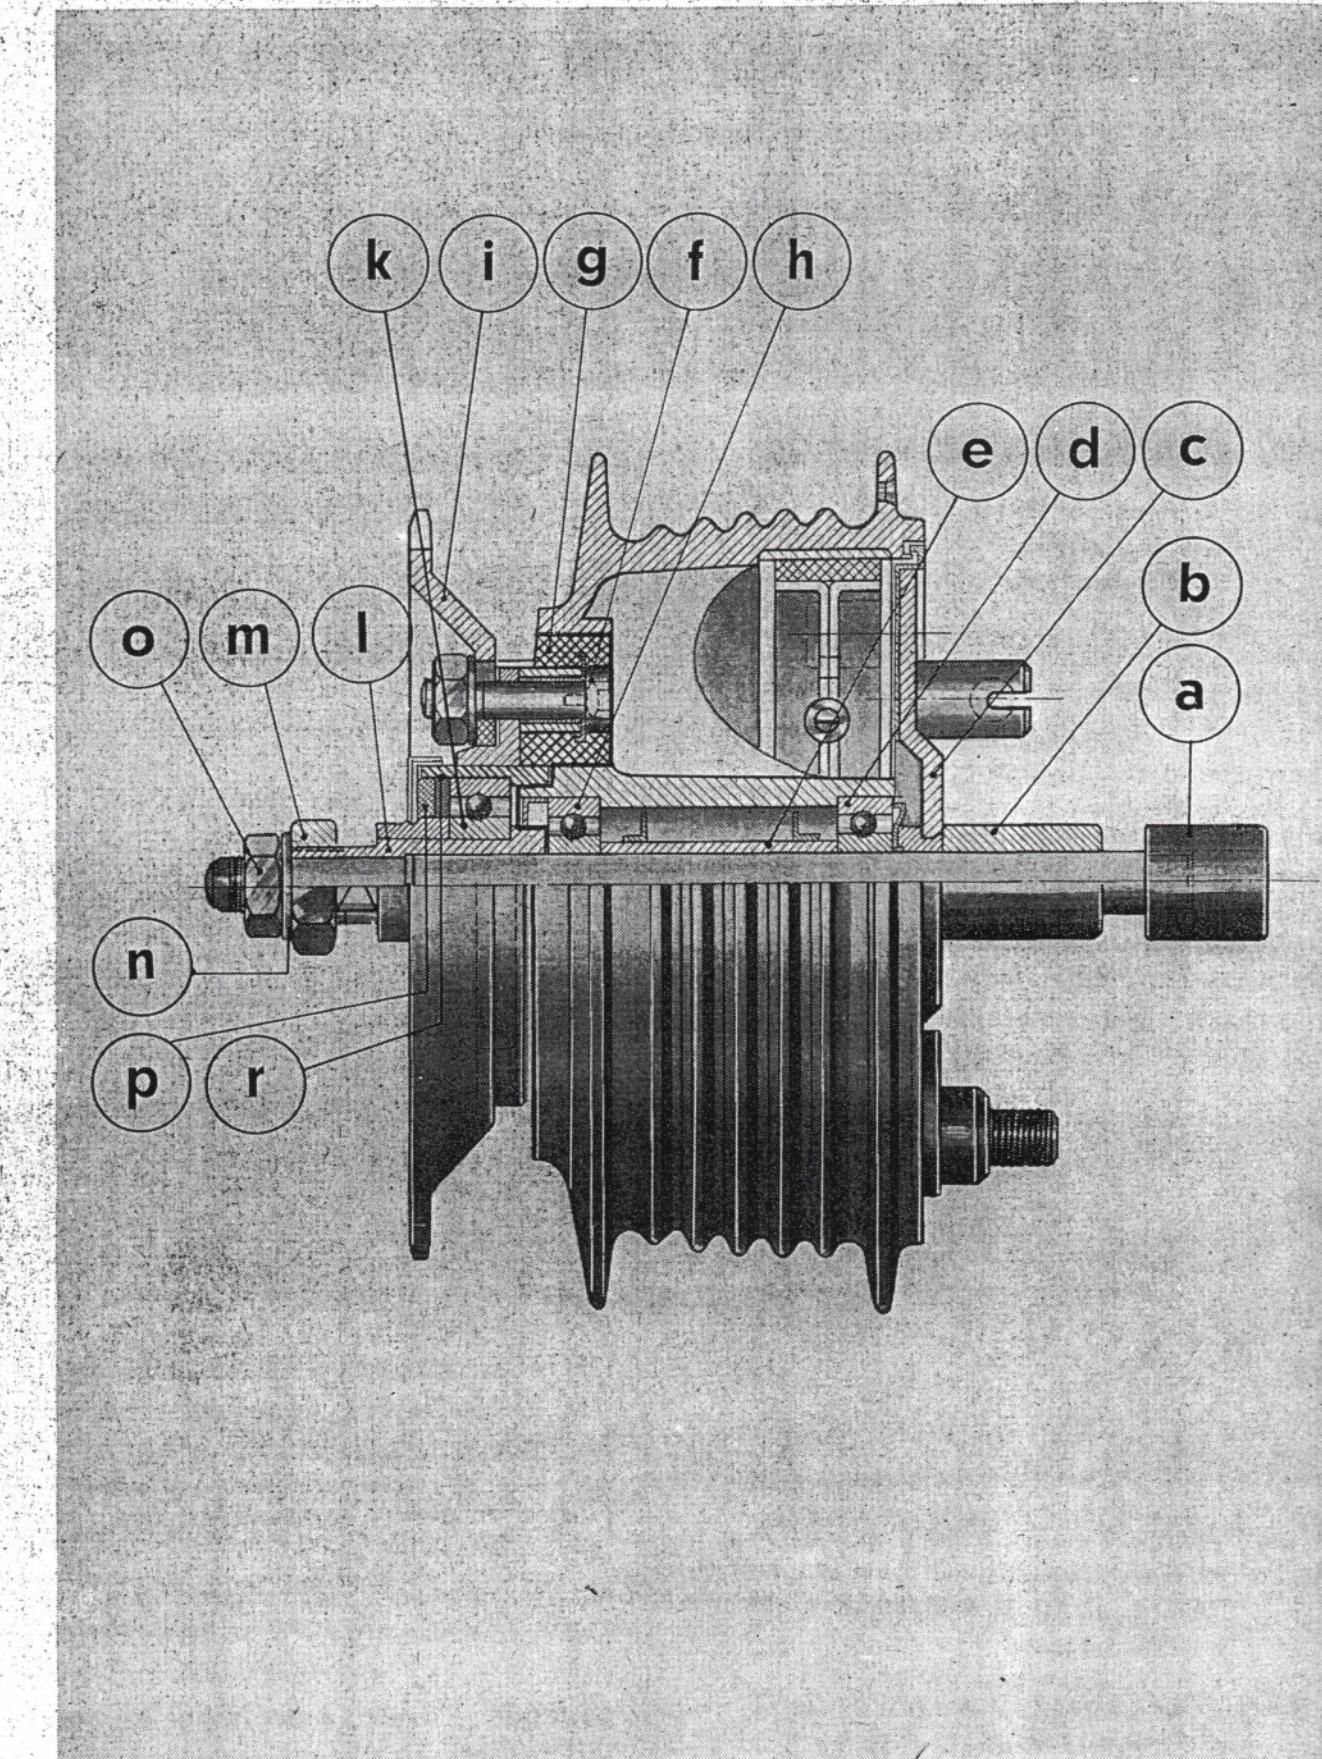

Abb. 140 Einbauteile der Hinterradnabe
3. Sechskantmutter „m“ (Abb. 140) abschrauben.
6. Flanschbolzen „I“ nach innen aus dem Lager „k“ drücken, Abdeckkappe „p“ mit Filzring und Stahlscheibe von der Kettenradaufnahme abziehen. Drahtsicherung „r“ herausnehmen und Kugellager „k“ nach links heraustreiben. (Siehe Abb. 140.)
3. Sechskantmutter „m“ (Abb. 140) SW 22 abschrauben.